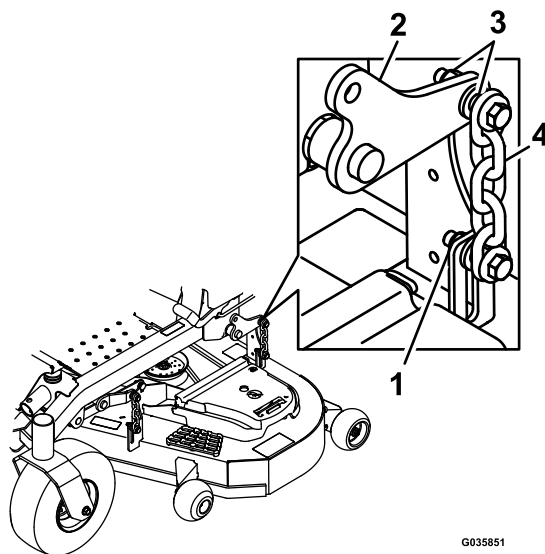

Рисунок 85
15. Ослабьте контргайки (Рисунок 85) на всех 4 углах и убедитесь, что дека газонокосилки надежно опирается на все 4 подставки.